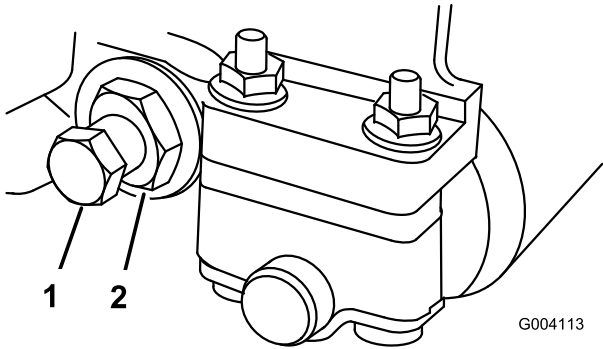

Figura 60
- 2. Faça recuar a porca da mola tensora até que a anilha deixe de estar sob tensão contra a barra de apoio (Figura 60).
- 3. Desaperte a porca de bloqueio que segura a cavilha da barra de apoio, em cada um dos lados da máquina (Figura 60).